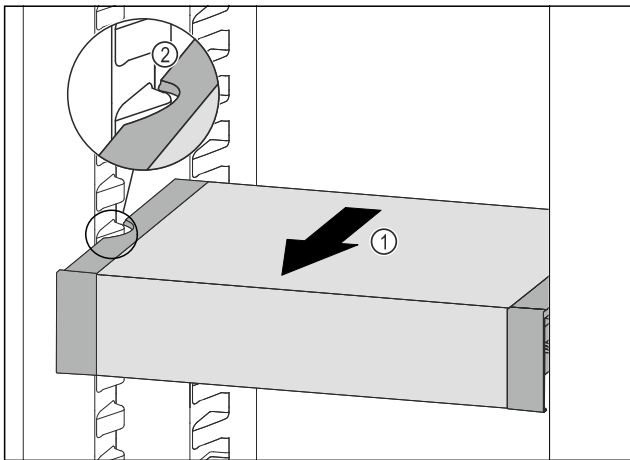

Fig. 91
- Trekk VarioSafe forover Fig. 91 (1), til utsparingene på sidene av VarioSafe er på nivå med rillene i kjøleskapet. Fig. 91 (2)